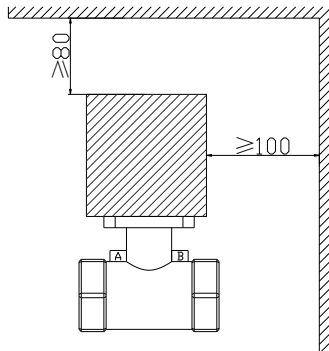

图 2
- 2. 阀体安装必须预留给执行器足够的拆装空间，如图 2，安装好执行器后，顶部距离顶端不小于 80mm，两侧距离不小于 100mm。